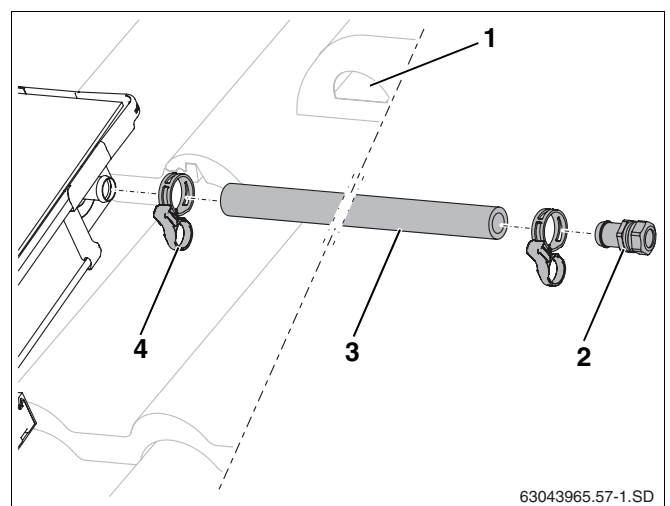

Fig. 53 Montaje de la tubería de impulsión (sin purgador en el tejado)
- ▶ Coloque el tubo solar largo (1000 mm, fig. 53, pos. 3) en la conexión de impulsión del campo de colectores y fíjelo con una abrazadera (fig. 53, pos. 4).
- ▶ Introduzca la boquilla portatubo con rosca de conexión (fig. 53, pos. 2) hasta el tope en el tubo solar y fíjela con una abrazadera.
- ▶ Conecte el tubo colector a la boquilla portatubo R $\frac{3}{4}$ con rosca de conexión (18 mm) (fig. 53, pos. 2).